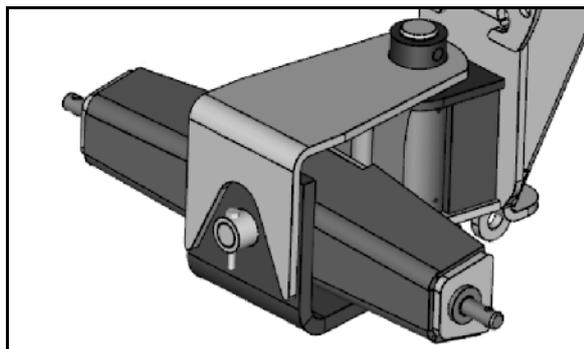

Fig. 24
- Béquille abaissée lorsque la machine est dételée (Fig. 24/1).
Relever / abaisser la béquille (Fig. 24/1) :
1. Détachez la goupille élastique (Fig. 24/3).
2. Retirez l'axe (Fig. 24/2).